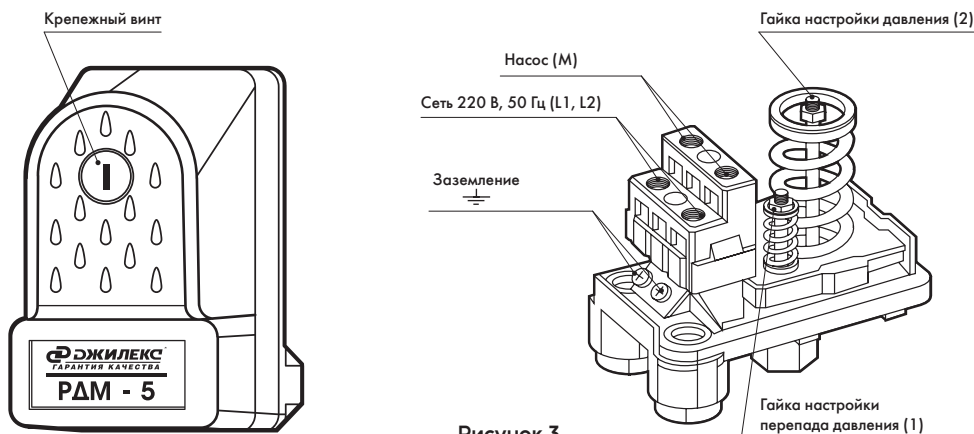

Рисунок 3
- отвинтив крепежный винт (рисунок 3), снимите крышку реле. Верхний и нижний предел давления «РДМ-5» регулируется гайкой (2), фиксирующей положение пружины.
**ВНИМАНИЕ!** При вращении гайки (2) значения верхнего и нижнего предела будут изменяться на одинаковую величину.